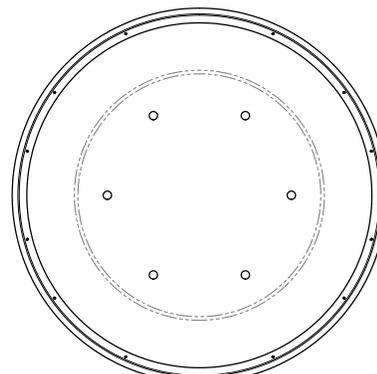

Fig. 3
*⚠ La base de GFRC tendrá orificios existentes (fig. 3) para drenaje y no debe usarse para anclaje.*